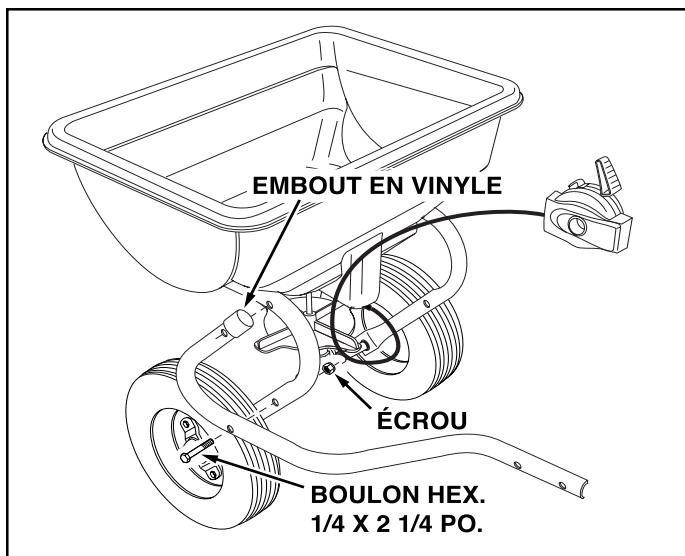

FIGURE 1
1. Placez les embouts en vinyle sur les extrémités des tubes gauche et droit de l'attelage. Voir la Figure 1.
2. Montez le tube d'attelage droit sur le tube de l'épandeur en utilisant deux boulons hexagonaux de 1/4 x 2 1/4 po. et deux écrous. Ne serrez pas pour l'instant. Répétez l'opération pour le tube d'attelage gauche. Voir la Figure 1.